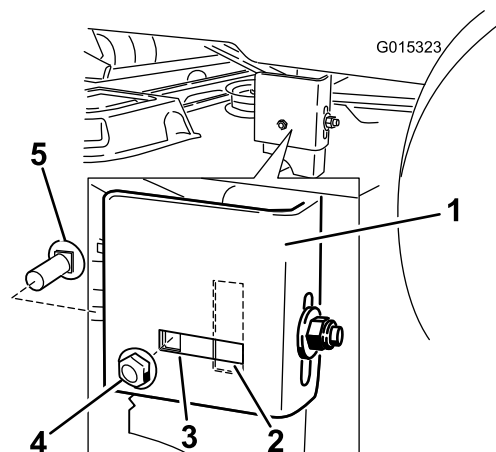

Figura 53
- Vaya al lado izquierdo de la máquina. Retire el perno de cuello cuadrado lateral y la tuerca de bloqueo de la posición fija, e instálelos en la posición ranurada trasera; no los apriete del todo (Figura 53).